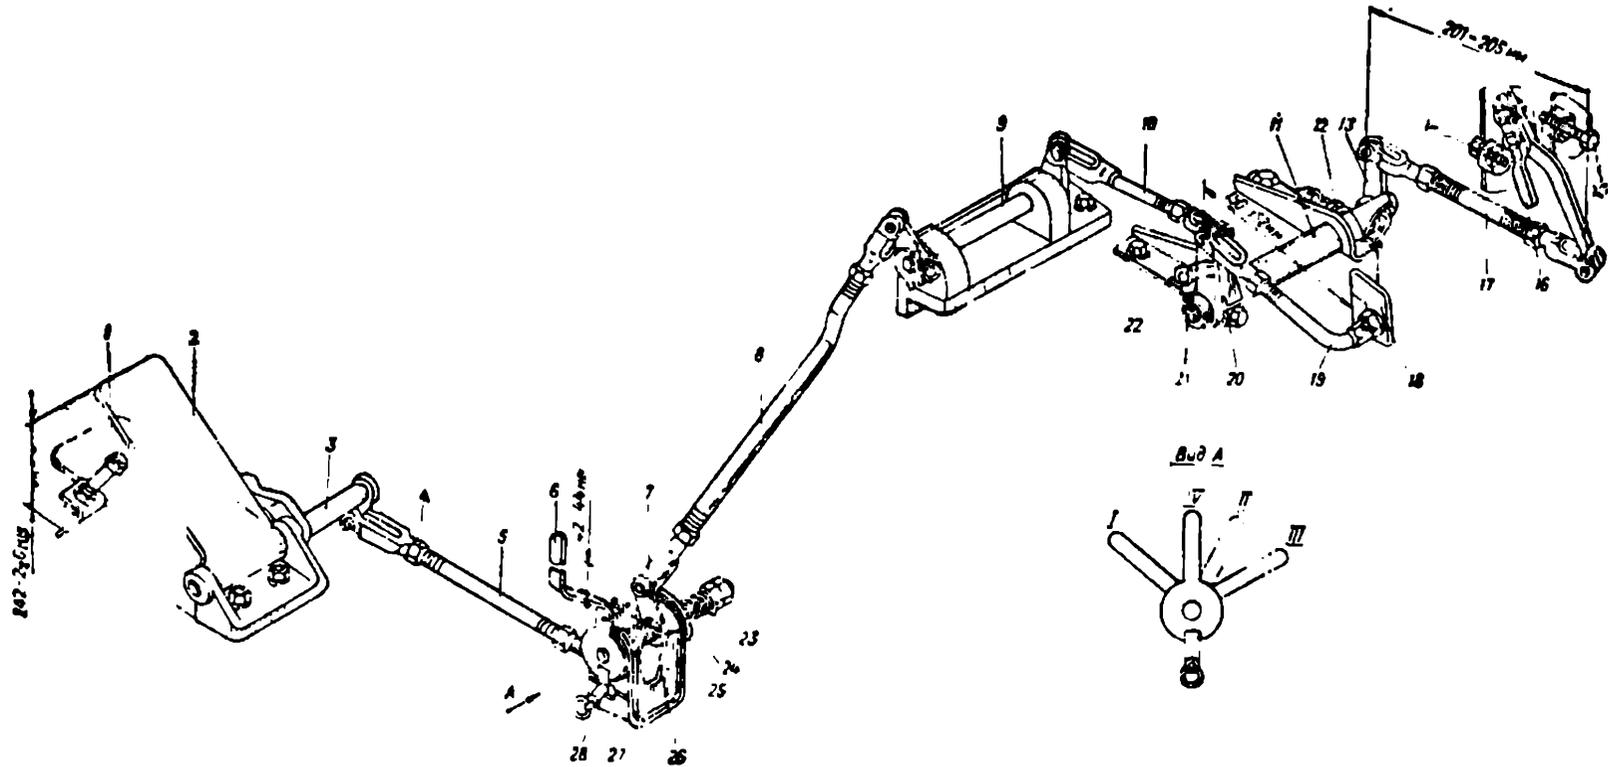

Рис. 21. Механизм управления подачей топлива двигателя:
**Управление подачей топлива двигателя.** Управление подачей топлива осуществляется механизмом (рис. 21), состоящим из ножного и ручного приводов.